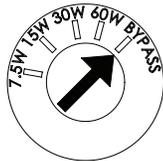

Figura 30
4. Utiliza un destornillador de cabeza plana para cambiar la derivación del transformador al nivel de potencia deseado tal como se muestra en la Figura 30.